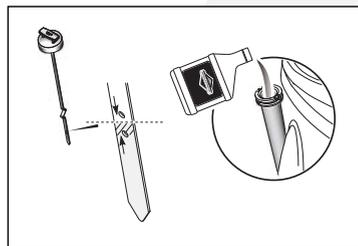

Fig. 12
- Asegúrese de que el nivel de aceite se encuentra alrededor de la mitad de la marca LLENO de la varilla. (Fig.12).
- Si el nivel de aceite es BAJO, añada aceite en el tubo. (Fig. 12)